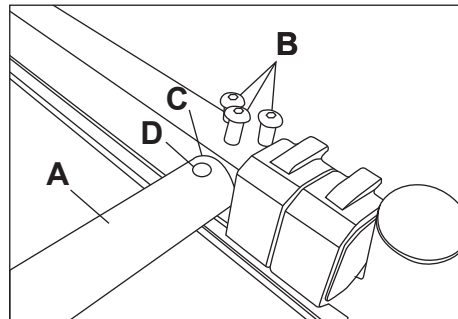
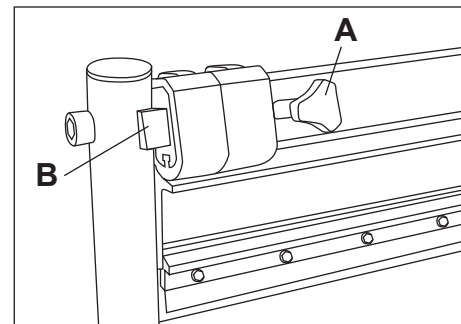

IMAGEN 2
IMAGEN 3
2. Ensamble la manija (Imagen 2-A) en la parte superior del ensamblaje de la cuchilla. Primero afloje los tres tornillos fijadores (Imagen 2-B) utilizando una llave hexagonal. Inserte el eje de la manija dentro del orificio cilíndrico (Imagen 2-C), asegúrese que el orificio de receso (Imagen 3-D) quede alineado con el tornillo central. Una vez lo haya alineado e insertado apropiadamente, ajuste el tornillo fijador central utilizando una llave hexagonal. Después ajuste los otros dos tornillos fijadores.
1. El cortador para pisos laminados es transportando con el ensamblaje de la cuchilla en posición hacia abajo y bloqueado. Esta característica de seguridad le asegura que el borde cortante de la cuchilla no quede expuesto durante su transporte o su almacenaje. Para desbloquear el ensamblaje de la cuchilla, afloje el perno de seguridad (Imagen 3-A), presione la manija y después deslice el perno de bloqueo hacia la derecha para desenganchar el bloqueo (Imagen 3-B).